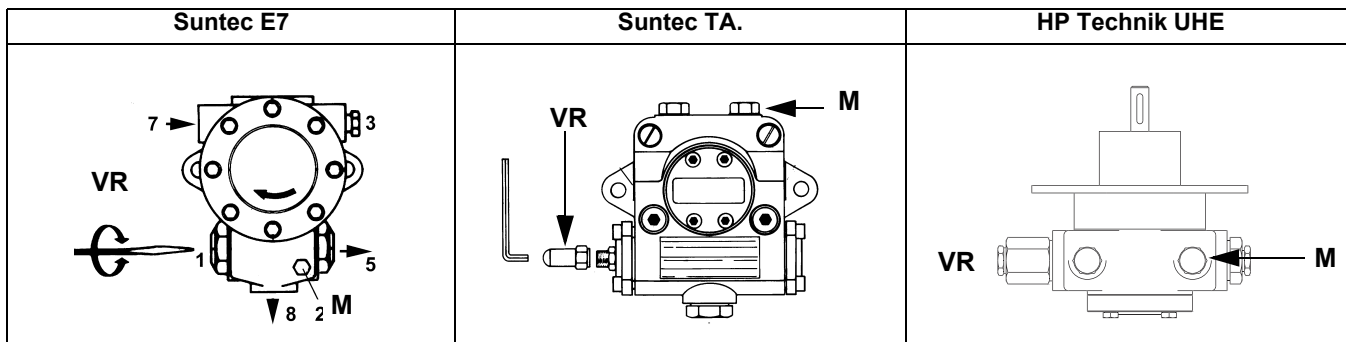

Рис. 9
- 3 выпустить воздух со штуцера (**M**) манометра насоса (Рис. 9), расслабив слегка заглушку, но не снимая ее; затем отпустить контактор;